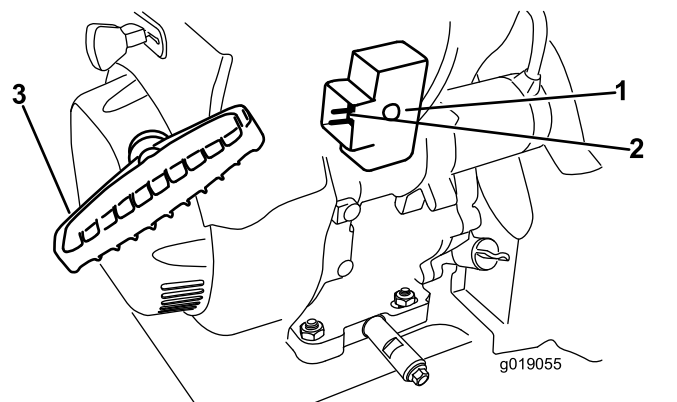

Figure 20
7. Démarrez la machine en tirant sur le lanceur ou en appuyant sur le bouton du démarreur électrique (Figure 20).